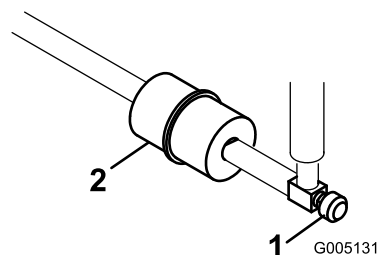

図 32
インラインタイプの燃料フィルタが、燃料タンクとキャブレタの間に設置してあります 図 32。
1. 燃料バルブを閉じる 図 32。
2. フィルタの下に回収容器を置き、フィルタのキャブレタ側のホースクランプをゆるめて燃料ラインからフィルタを外す (図 32)。
3. もう一方のホースクランプをゆるめてフィルタを取り出す 図 32。